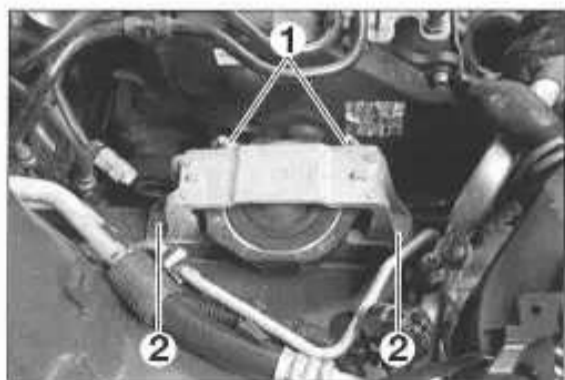

FIG. 16
- las fijaciones (1) y (2) (**fig. 16**) del soporte motor derecho y desmontarlo del motor y de la carrocería.